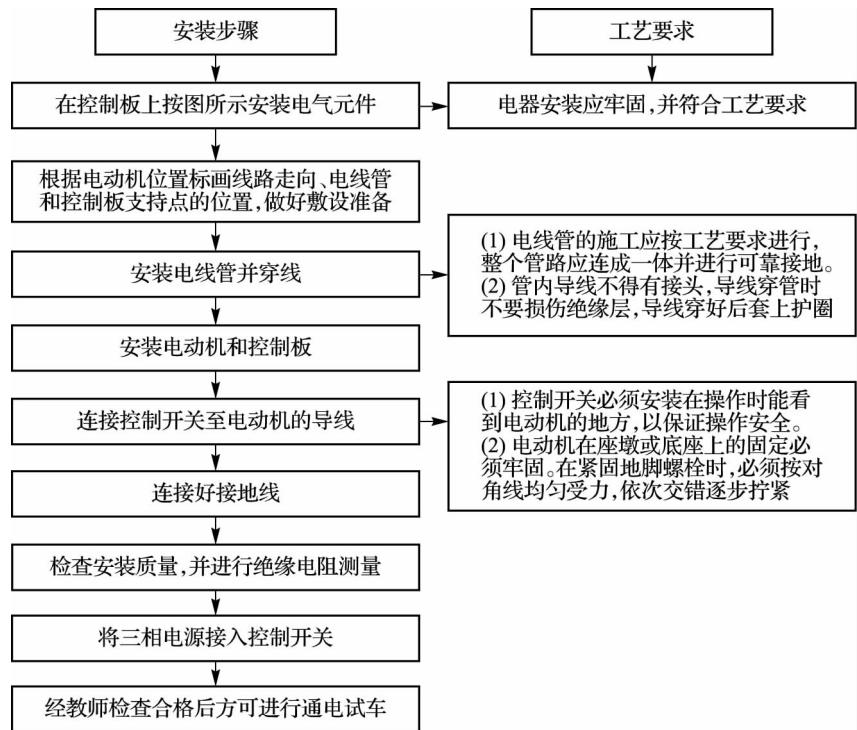

图 1-27 单向起保停控制线路的安装步骤及工艺要求
④ 热继电器。热继电器在过流后产生热量,相应热敏元件动作。一般的热继电器可以测量它的保护触热点(常闭)。热继电器有一个可按可拉的手动测试按钮,用万用表检测当其手动测试按钮被按下和拉起的时候,其常闭触点是否一直处于闭合状态。若是,说明机械部分已经损坏;反之,说明机械部分可用。电气部分需要实际过电流后才可实验好坏,可将过电流值调到最小驱动相应较大负载,测试运行后是否跳闸,跳则好,不跳则坏。
⑤ 按钮。起动按钮为绿色,一般只使用其常开触点;停止按钮为红色,一般只使用其常闭触点。反复按下起动按钮,用万用表电阻挡小量程测量开关两个相应引脚,若每次按下阻值为 0,说明按钮完好。检测停止按钮时也用万用表电阻挡小量程,两支表笔分别接停止按钮两个接线端子,分别在按下按钮和放开时检测电阻值,按下时两个端子开路(电阻为无穷大),放开时两个端子接通(电阻值为 0),则说明停止按钮完好。
(4) 安装与检修单向起保停控制线路。
① 安装步骤及工艺要求。单向起保停控制线路的安装步骤及工艺要求如图 1-27 所示。
② 接线装配。按图接线,并用万用表进行检查,完全正确后,在教师的允许下通电试车。